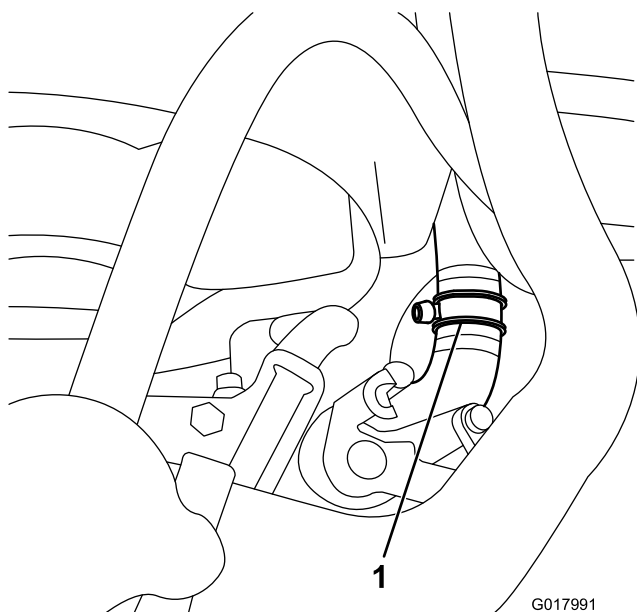

Figure 21
3. Coupez le flexible inférieur de radiateur à 5 cm environ de l'extrémité qui est reliée au radiateur (Figure 21).
4. Branchez le raccord en T à chaque extrémité nouvellement coupée du flexible inférieur de radiateur à l'aide des 2 larges colliers de serrage (Figure 21).